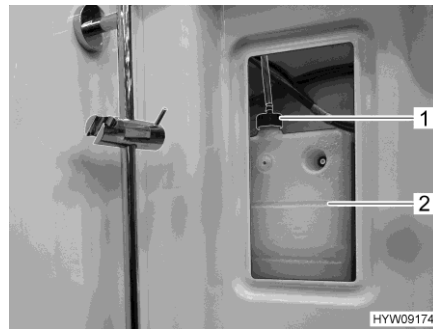
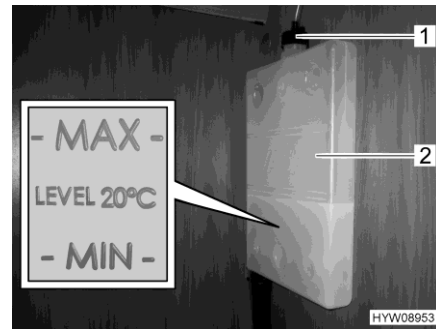

Fig. 212 Recipiente de compensación (calefacción de agua caliente)
Fig. 213 Marca "MIN/MAX"
- Quitar la cubierta para el recipiente de compensación (Fig. 212,2) en la parte superior derecha en la ducha.
- Comprobar si en el recipiente de compensación (Fig. 213,2) el líquido está entre las marcas "MIN" y "MAX" (Fig. 213).
- Abrir la tapa giratoria (Fig. 212,1 ó Fig. 213,1) del recipiente de compensación.